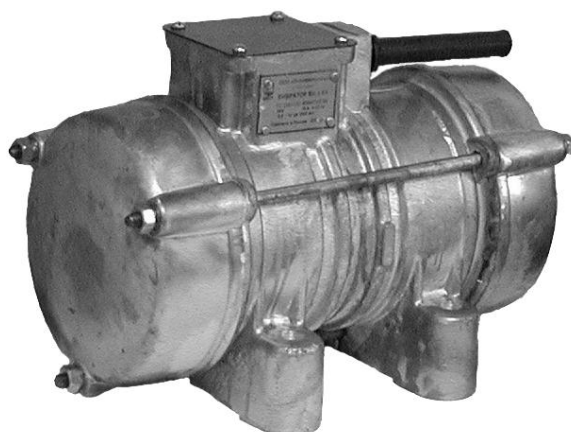

Рис. 1. Вибраторы общего назначения
2.1. Вибраторы (рис. 1) предназначены для возбуждения вибрации в установках по уплотнению бетонных смесей и грунтов на заводах ЖБК, ЖБИ и т.д.; транспортированию, выгрузке и просеиванию сыпучих материалов, привода вибропитателей, виброплощадок, вибростолов, виброреек; для выгрузки шихты на конвейерах в сталелитейной промышленности.